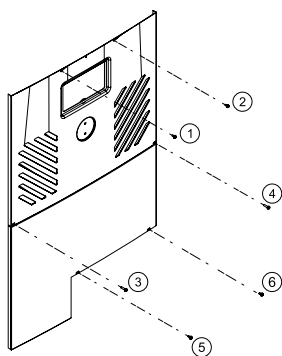

Figure 127. Vis à tête hexagonale pour retirer le panneau de commande
2. Pour accéder au panneau de contrôle avant de l'appareil, utilisez un tournevis à tête hexagonale de 1/4 po pour dévisser les six (6) vis. Consultez la **Figure 127** pour plus d'informations.